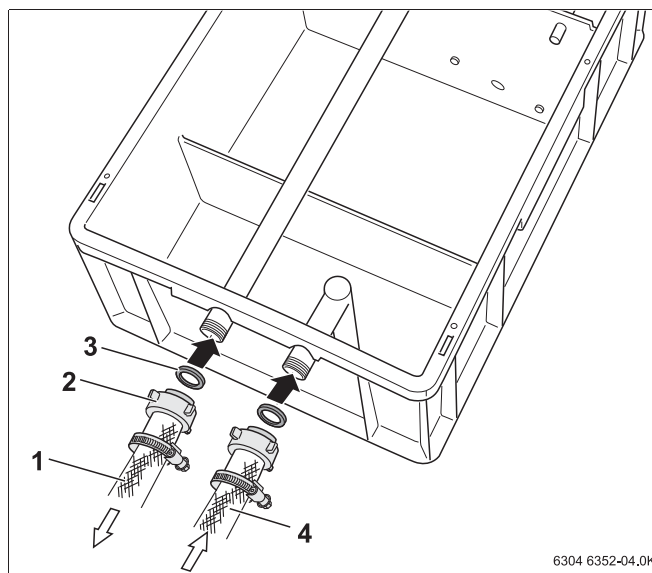

Рис. 4 Подключение шлангов
- Укоротите подающий шланг (рис. 4, **поз. 4**) до нужной длины и подсоедините к входному штуцеру (ЕКО) устройства нейтрализации.
- Подсоедините сливной шланг (рис. 4, **поз. 1**) к выходному штуцеру (АКО) устройства нейтрализации.